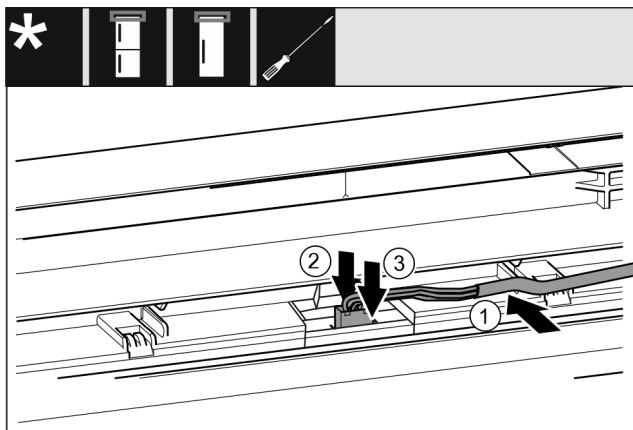

Fig. 63 制冷/冷冻组合/冰柜/冰箱*
- ▶ 将电缆 Fig. 63 (1)置入上方冰箱门的导向装置。*
- ▶ 将止动凸缘 Fig. 63 (2)向后按住。*
- ▶ 插入插头 Fig. 63 (3)。*